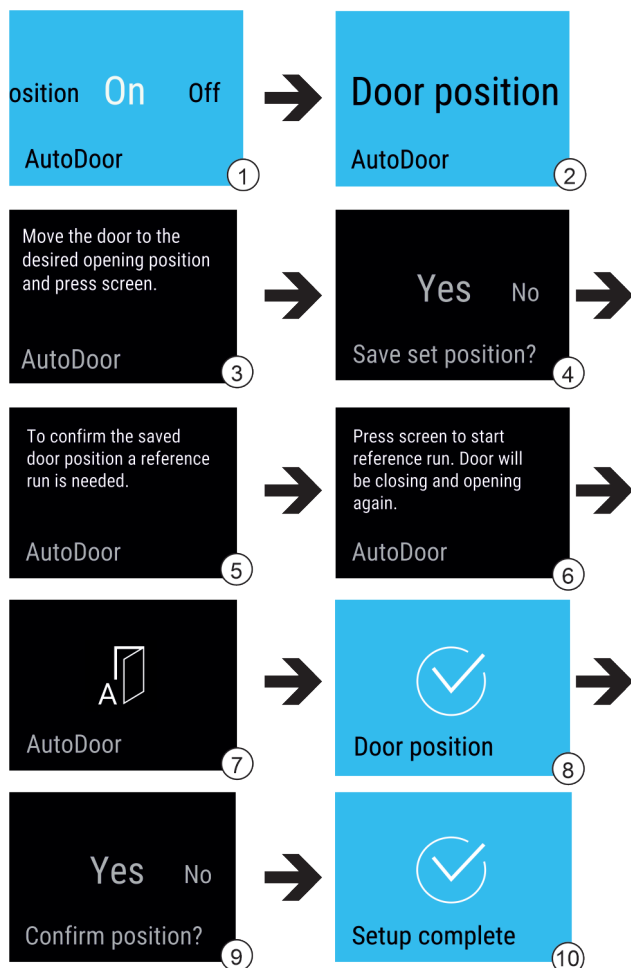

Fig. 14
- ▶ Zvolte funkci AutoDoor. Fig. 14 (1)
- ▶ Přejed'te zobrazení na displeji, až se objeví Door position. Fig. 14 (2)
- ▶ Nakonfiguruje úhel otevření dveří: Otevřete dveře alespoň na 70°. Fig. 14 (3)
- ▶ Potvrďte úhel otevření dveří: Klepněte na hlášení na displeji. Fig. 14 (4)
- ▶ Spustě referenční běh: Klepněte na displej. Fig. 14 (6)
- ▷ Displej bliká. Fig. 14 (7)
- ▷ Referenční běh je úspěšný: Displej na 2 sekundy zmodrá. Fig. 14 (8)
- ▶ Potvrďte úhel otevření dveří. Fig. 14 (9)
- ▷ Displej zmodrá. Fig. 14 (10)